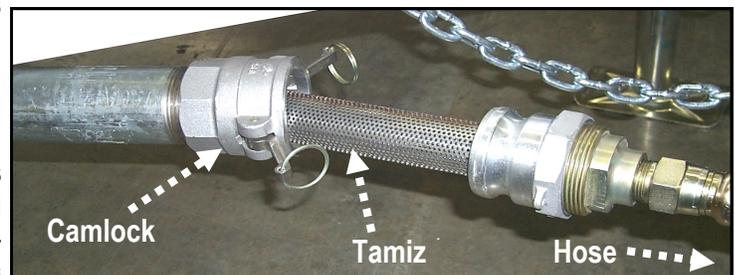

Fig. 6 Texture Strainer Assembly (between pump and hose)
5. Para evitar las bombas, pre-mezcla de uno o dos galones de textura lechada para llenar la cavidad del cuerpo de la bomba y leche seca. Abra el conjunto del filtro por la liberación de los cam-locks (Ver Fig. 6)